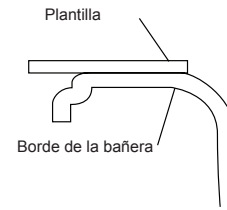

Figura 15 - Colocación de la plantilla
- Ubique la plantilla de modo que las guías deseadas de montaje bajo cubierta estén alineadas con el borde tal como se muestra (Figura 15).